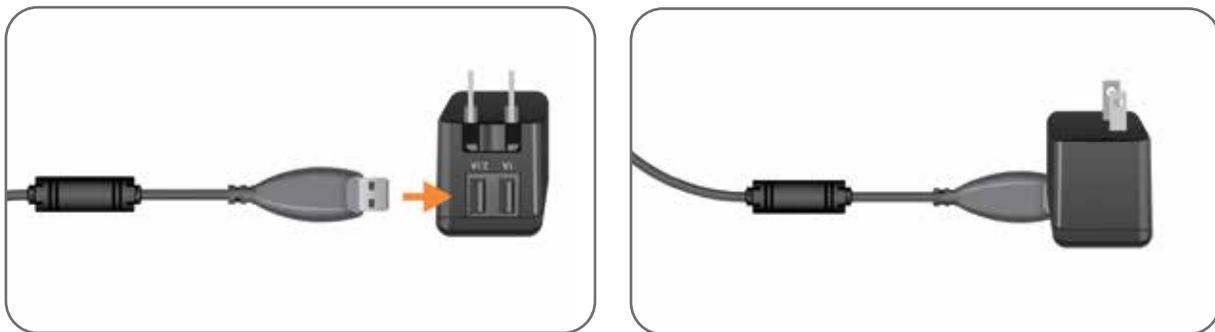

Ilustración 4-6: Inserción del cable de carga USB en el adaptador de CA
2. Inserte el extremo USB del cable de carga magnético en cualquiera de los dos puertos USB disponibles en el adaptador de CA. Consulte la ilustración 4-6.